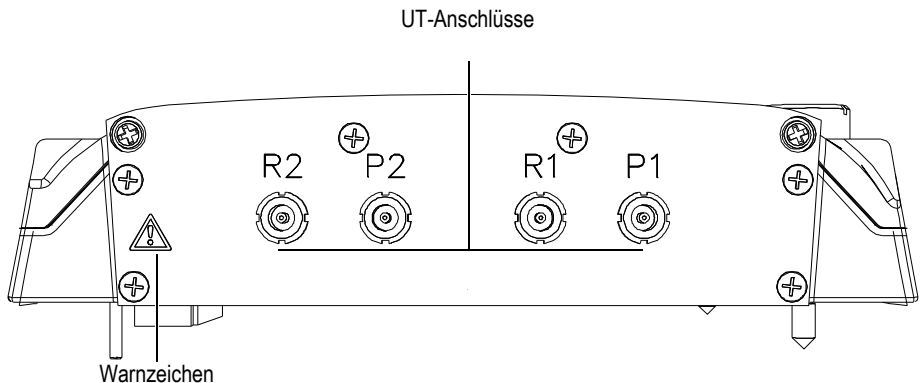

Abbildung N-1 Seitenansicht des Moduls
- Um die Gefahr eines elektrischen Schlags zu reduzieren, den Innenleiter des LEMO-Anschlusses nicht berühren. Am Innenleiter der UT-Anschlüsse können bis zu 340 V anliegen. Das Warnzeichen zwischen den PA- und UT-Anschlüssen weist auf diese Gefahr eines elektrischen Schlags hin (siehe Abbildung N-1 auf Seite 203).